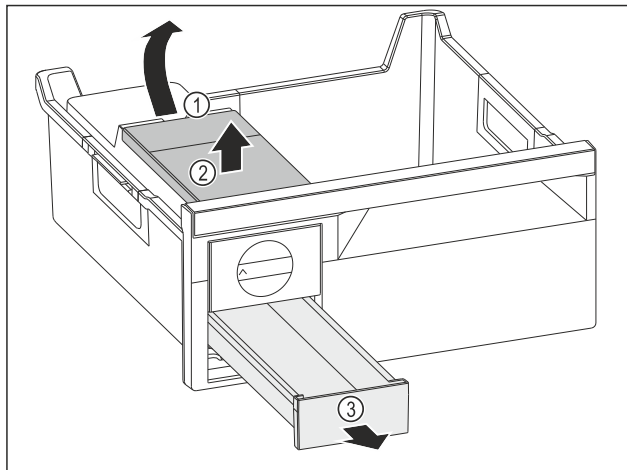

Fig. 78
- Извлеките бак для воды: Поднимите бак для воды за выемку Fig. 78 (1).
- Извлеките бак для воды Fig. 78 (2) движением вверх.
- Извлеките выдвижной ящик для кубиков льда Fig. 78 (3) движением вперед.